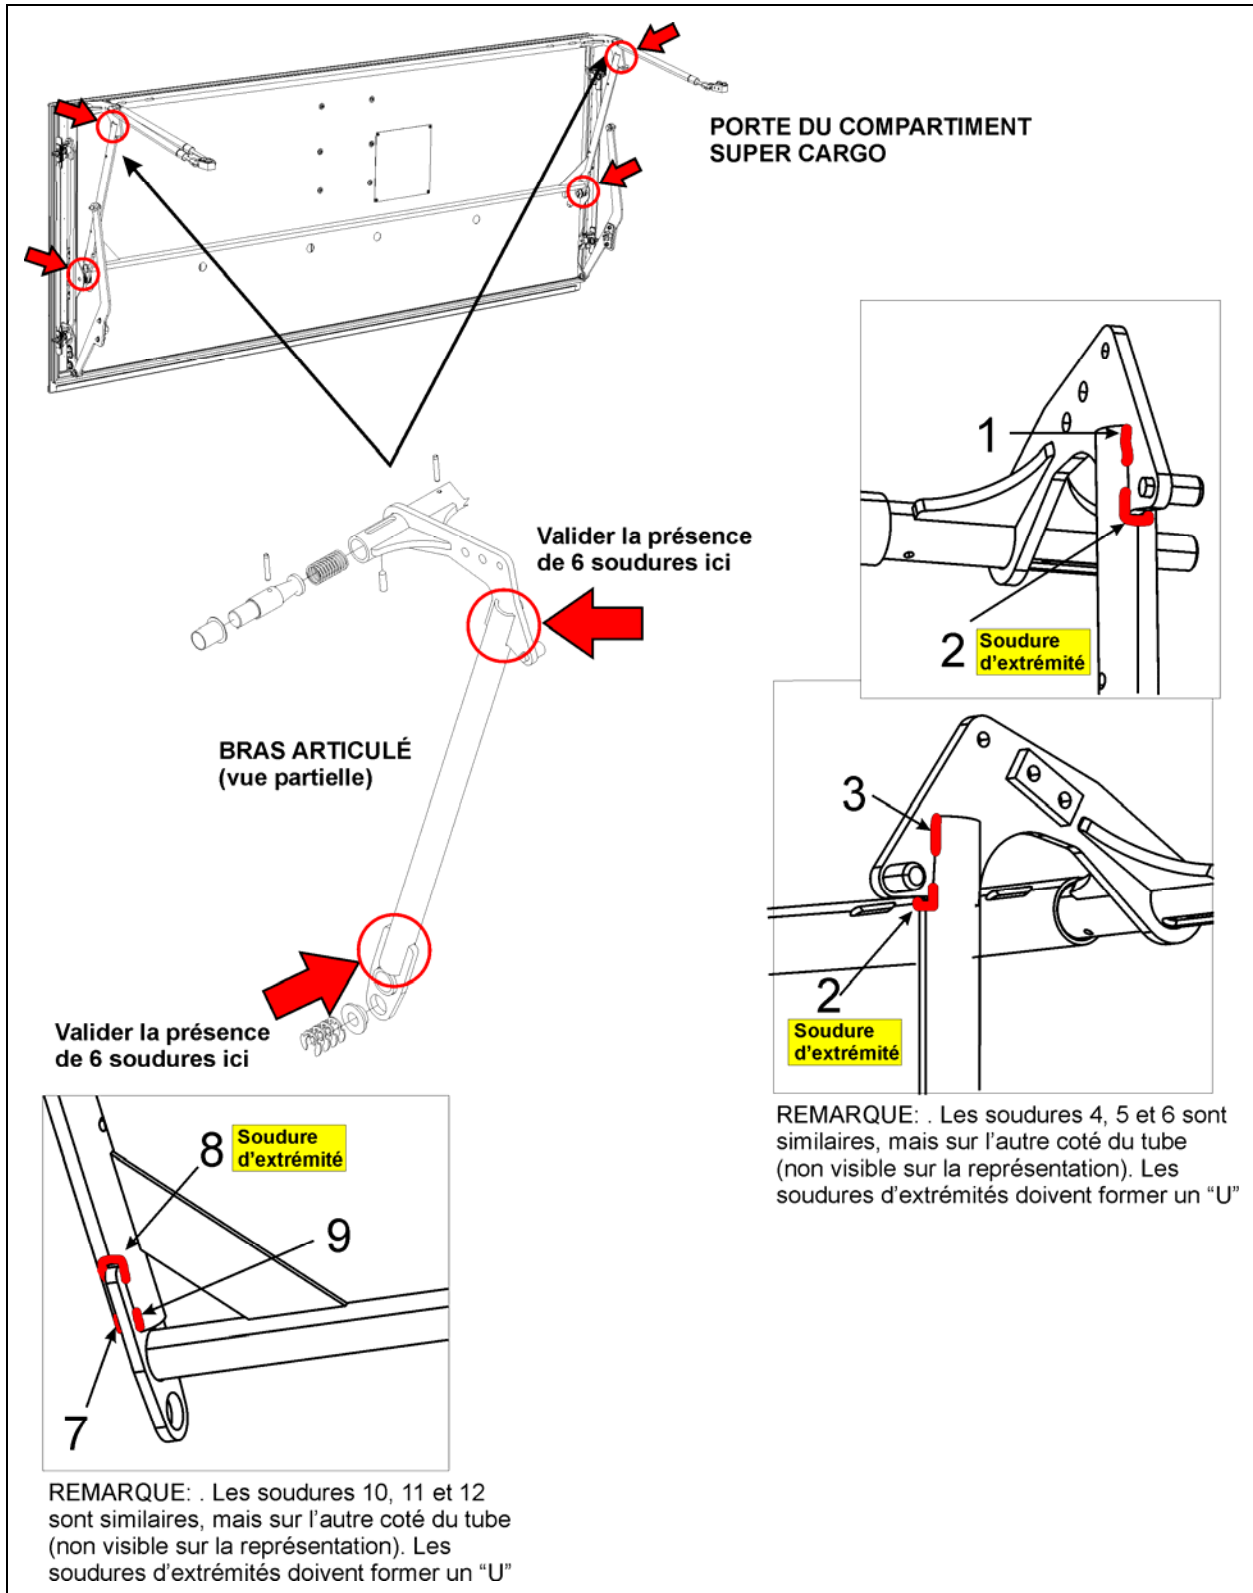

FIGURE 1 : INSPECTION
1. Procéder à l'inspection selon la figure 1. Assurez-vous que les 12 soudures sont présentes sur cette membrure (24 soudures par portes, 2 portes à inspecter). De plus, les soudures d'extrémités (4 au total) doivent former un « U ».